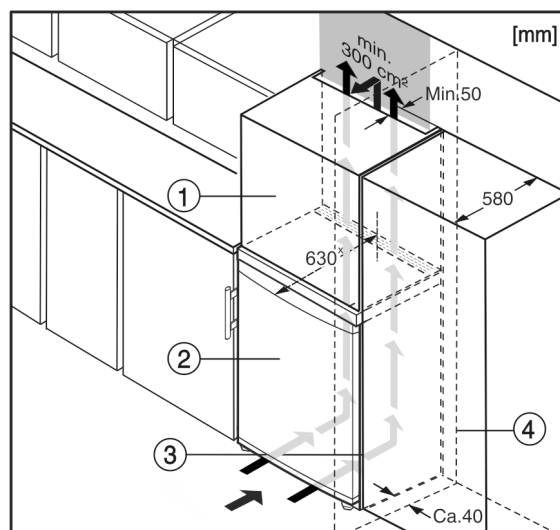

Fig. 5
Zariadenie môže byť zabudované medzi kuchynskými skriňami. Aby sa zariadenie Fig. 5 (2) prispôbilo výške kuchynskej linky, môže sa nad zariadením umiestniť nadstavná skrinka Fig. 5 (1).
Pri vstavaní s kuchynskými skriňami (hĺbka max. 580 mm) je možné zariadenie inštalovať priamo vedľa kuchynskej skrine Fig. 5 (3). Zariadenie vyčnieva nabok 34 mm \* a v strede zariadenia 50 mm \* oproti prednej časti kuchynskej skrine.
Ak je zariadenie umiestnené so zavesením vedľa steny Fig. 5 (4), musí vzdialenosť medzi zariadením a stenou činiť minimálne 40 mm. To zodpovedá presahu držadla pri otvorených dverách.